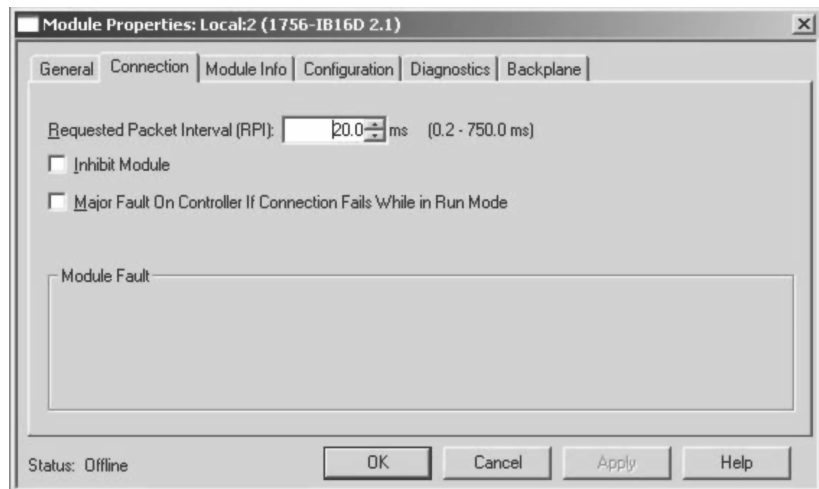

图 2-5 打开的数字量模块连接属性窗口
7. 单击“确定”（OK）以显示如图 2-5 所示的“连接属性页面”（Connection Property Page）。